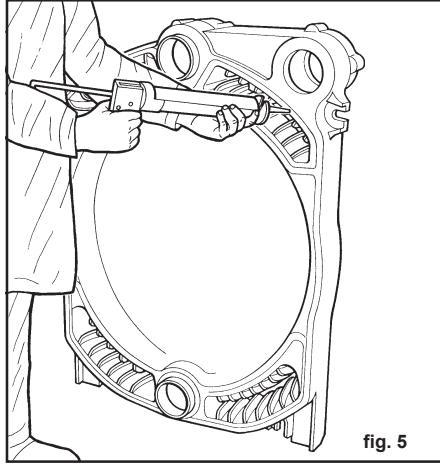

fig. 5
- 5 (fig. 5) Utilizando el elemento de silicona incluido en el kit de montaje, extender un ligero cordón de este producto en la ranura de la junta de estanquidad (en ambos lados del elemento intermedio).